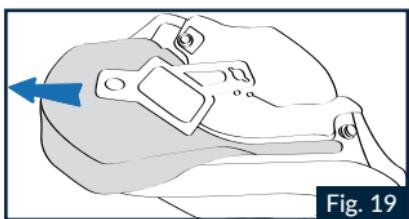

Fig. 19
vorsichtig aus dem Polstergewebe der linken Wangenpolsterung (Abb.19).
- 5.1 Setzen Sie das Schaumstoff-Innenfutter vorsichtig in das Polstergewebe der linken Wangenpolsterung ein (Abb. 19). Sorgfältig die Polsterung auslegen und sicherstellen, dass sich keine Falten im Polstergewebe der Wangenpolsterung bilden.